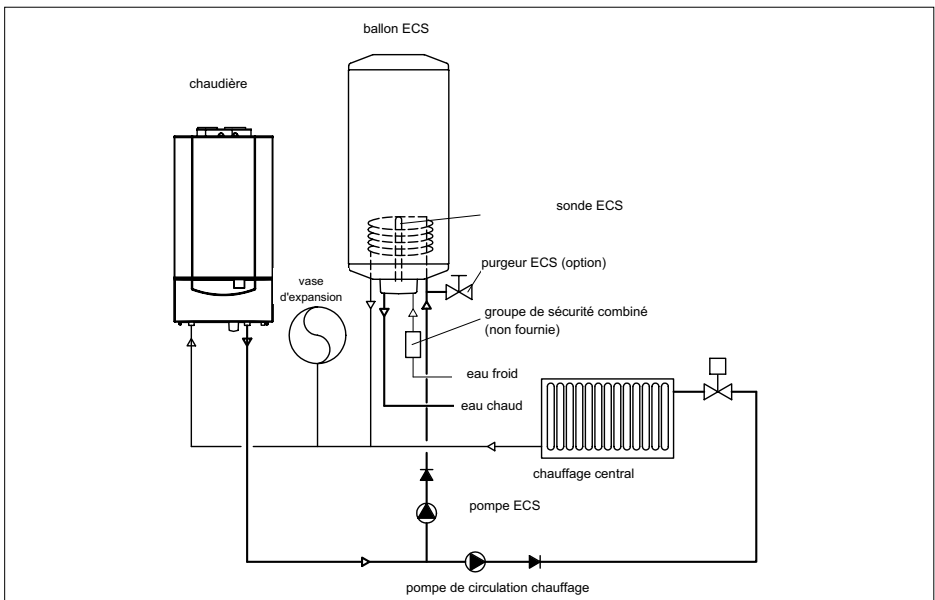
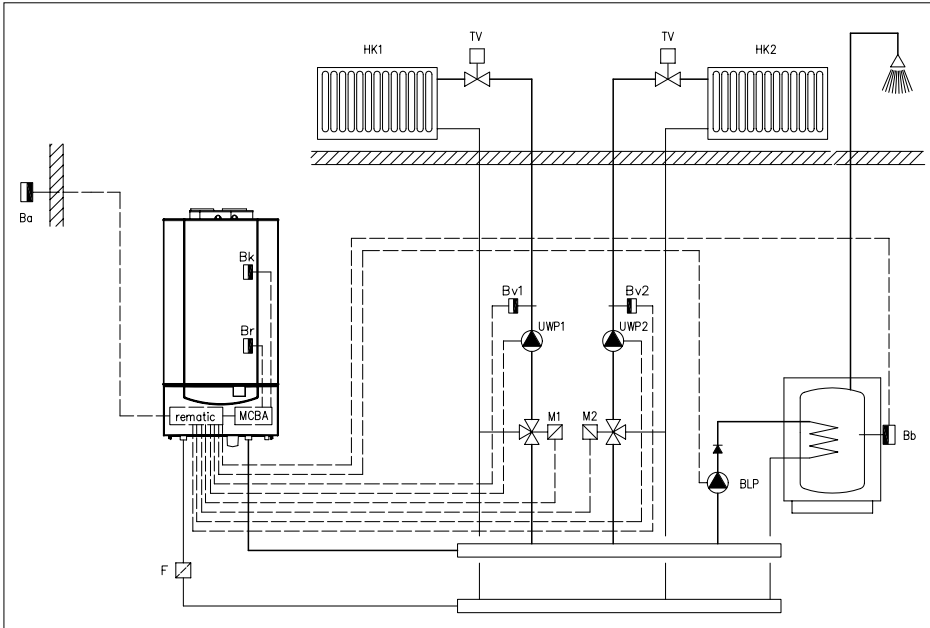
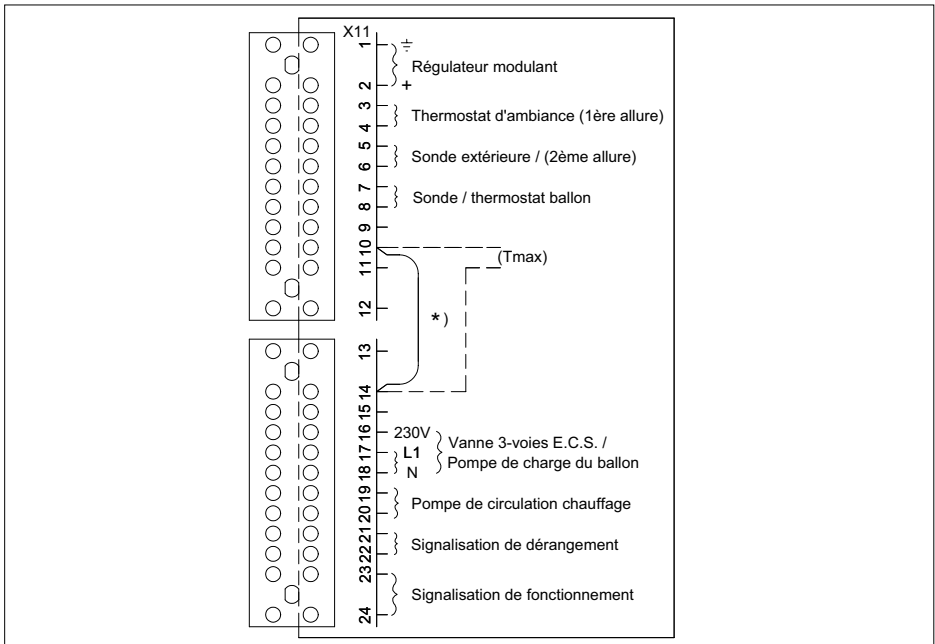
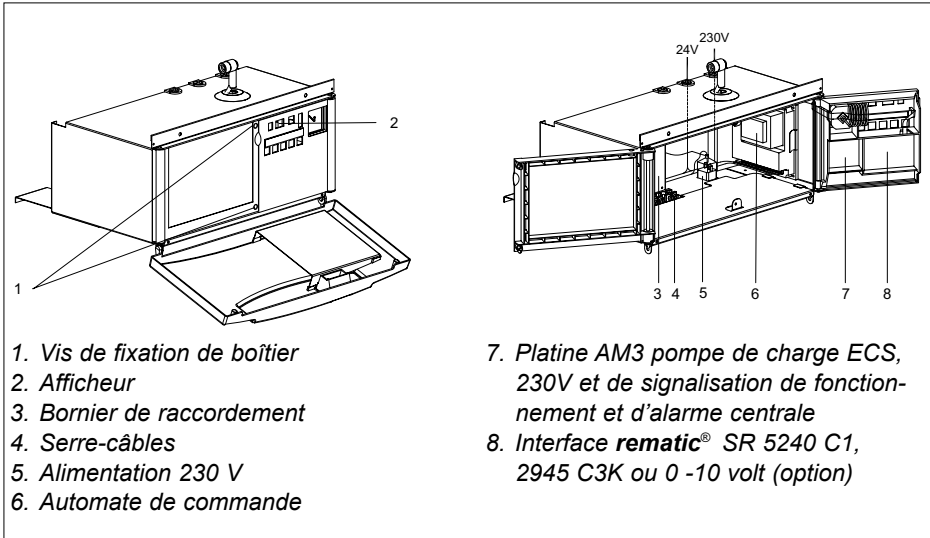

fig. 12 Raccordement d'un ballon ECS à l'aide d'une pompe de charge (schéma de principe)
fig. 13 Exemple de schéma hydraulique avec un régulateur **rematic®**
fig. 15 Bornier de raccordement
fig. 16 Tableau de bord, vues interne et externe.
Un ballon de production d'eau chaude sanitaire peut être branché sur la chaudière Remeha Quinta 85 selon les schémas de principe *fig. 12 et fig. 13* (pour les raccordements électriques, voir Par. 8.5)
Etant donné la perte de charge hydraulique de la Remeha Quinta 85 (140 mbar avec un ΔT de 20°C), nous recommandons l'installation d'une pompe de charge pour ballon ECS. Pour la fourniture de chaleur simultanée pour le circuit chauffage et le circuit production d'ECS, voir fig. 13.
Elle est représentée dans la fig. 12. Une pompe de charge ECS doit être raccordée sur les bornes 16 (230 V), 17 (interrupteur) et 18 (N), voir fig. 15.
Un exemple de schéma hydraulique est présenté *par la fig. 13*, montrant des circuits séparés munis d'une pompe de charge et commandés par un régulateur **rematic®**. Celui-ci détermine les besoins calorifiques des différents circuits et assure que cette chaleur soit fournie par la chaudière. La commande modulante de la chaudière assure un fonctionnement optimisé, permettant à la fois la fourniture de chaleur pour le chauffage et pour la production d'eau chaude sanitaire (ECS).
Tous les raccordements supplémentaires (excepté par **rematic**® 2945 C3K) peuvent être réalisés sur le bornier standard de la chaudière, voir fig. 15. Ce bornier se situe dans le bôtier électrique et peut être atteint en dévissant les deux vis du tableau de bord, voir fig. 16. Les possibilités de raccordements supplémentaires sont expliquées dans les paragraphes suivants.
La Remeha Quinta a été préparée pour une communication basée sur le système "OpenTherm", permettant l'utilisation de tout régulateur d'ambiance modulant OpenTherm approprié. Votre fournisseur vous explique quels régulateurs OpenTherm sont compatibles avec la Remeha Quinta. Ces régulateurs doivent être installés dans une pièce de référence. Leur raccordement doit être effectué à l'aide d'un câble à 2 fils sur les bornes 1 et 2 du bornier, voir fig. 15.
Ce régulateur être installé de préférence dans une pièce de référence (raccordement à l'aide d'un câble à 2 fils sur les bornes 1 et 2 du bornier, voir fig. 15). Dans ce cas, une compensation d'ambiance est également disponible.
A l'aide d'une interface spéciale (disponible en option) pouvant être placée dans la chaudière (voir fig. 16), il est possible de commander la chaudière par un signal de 0 -10 volt (sans potentiel), régulation de la température de départ ou de la puissance. Pour cela, il faut agir sur la programmation interne de la chaudière ($\boxed{R_1} = \boxed{4} \boxed{Y}$) ou ($\boxed{R_1} = \boxed{5} \boxed{Y}$), voir Par. 6.5.4.
Le fonctionnement modulant est possible en utilisant une sonde extérieure (fournie en option) en combinaison avec un thermostat d'ambiance (non fourni). Pour ce faire, raccorder les fils de la sonde aux bornes no. 5 et 6 et les fils du thermostat aux bornes no. 3 et 4 du bornier, voir fig. 15. Ainsi, suivant la température ambiante, la chaudière pourra moduler, et régler la température de départ en fonction de la température extérieure (voir fig. 21, pente de chauffe).
Une pompe de charge ECS doit être raccordé sur les bornes 16 (230 V), 17 (interrup-teur) et 18 (N), voir fig. 15.